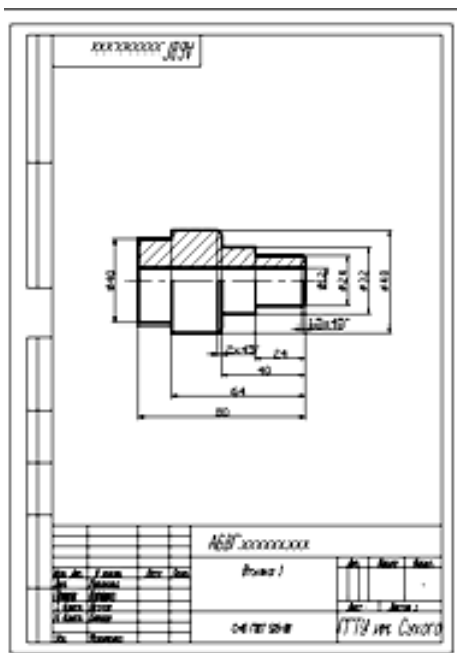

Рис. 1. Результат работы программы «vtulki»
2. Сохранить параметрический чертеж на диске. На рис. 1 представлен результат работы программы «vtulki».